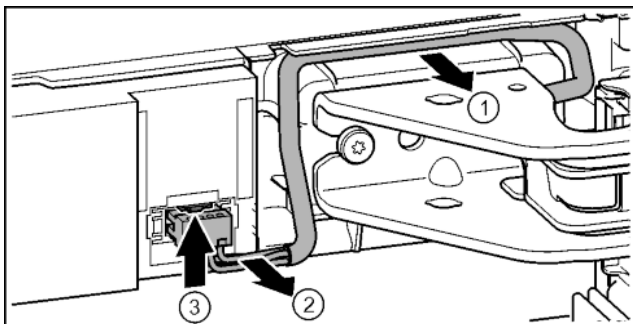

Fig. 23
- Óvatosan vegye ki a csapágyblokk feletti kábelt a vezető-sínből. Fig. 23 (1)
- Óvatosan húzza ki a kábelpásmákat a csatornából. Fig. 23 (2)
- Nyomja felfelé a fedőlemezt, és óvatosan húzza ki a dugót. Fig. 23 (3)